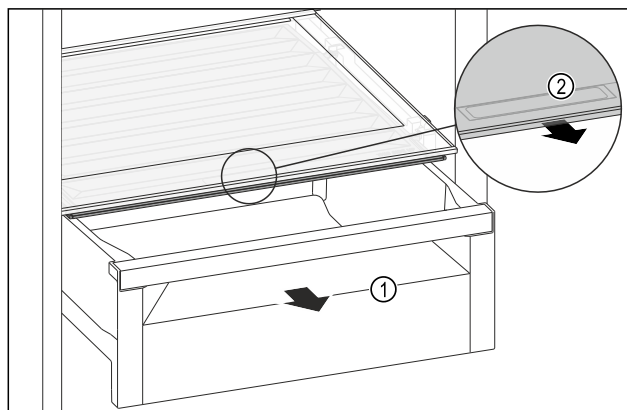

Fig. 106
- ▶ 拉出抽屉 Fig. 106 (1)。
- ▶ 抓住抽屉盖上的内嵌式拉手 Fig. 106 (2)，并同时向前拉出抽屉盖。